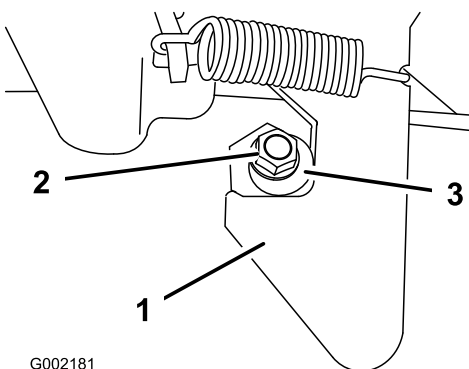

Рисунок 72
1. Ослабьте затяжку контргайки в конце стойки фиксатора (Рисунок 72).
2. Поворачивайте стойку фиксатора по часовой стрелке до тех пор, пока она не будет плотно прижата к крючковой части фиксатора (Рисунок 72).